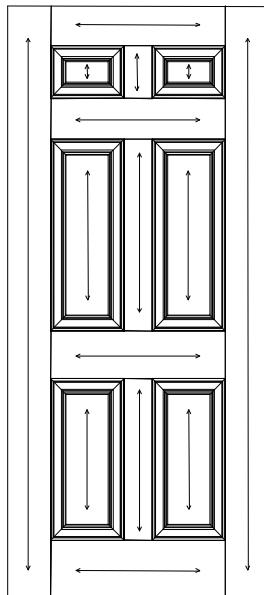

Figura 6
Todas las superficies de una puerta símil madera tostada no se pueden teñir. La superficie de nuestra puerta de fibra de vidrio con textura patentada produce una adhesión de tintura superior sin lijar. Seleccione una tintura a base de agua de alta calidad de Minwax® o Behr® o una tintura en gel de alta calidad de Minwax® u Olympic®. O, seleccione una tintura a base de aceite de alta calidad de Ace®, Minwax®, o Zar®. Antes de aplicar una tintura, límpie la puerta de fibra de vidrio y el marco de la puerta con un paño seco para retirar cualquier suciedad, aceite o desechos. Deje que la superficie se seque por completo antes de iniciar la tintura. Aplique una cantidad de tintura uniforme con un cepillo o un paño sin pelusas en la dirección de la madera según se muestra en la figura 6. Trabaje con tintura en la superficie. Aclare la tintura y retire el exceso mediante el barrido con un paño limpio antes de que la tintura se seque por completo. Para una apariencia más oscura, aplique una segunda capa después de que se seque la primera. Siga las instrucciones de aplicación de la etiqueta del recipiente de la tintura. Después de que se seque la tintura para al menos 24 horas, aplique tres capas de satinado para exteriores de alta calidad o poliuretano brillante en dirección de la madera. Cumpla con el tiempo de secado que figura en la etiqueta entre cada capa. **Importante: Utilice poliuretano con inhibidores ultravioletas (UV).**
Las puertas de fibra de vidrio, lisas sin pintar/pre-pintadas se pueden pintar con la mayoría de las pinturas de exterior a base de aceite, de alta calidad. Para las puertas lisas, sin pintar, recomendamos lijarlas suavemente con papel de lija granulado de 600 para obtener mejores resultados. Antes de aplicar una pintura, límpie la puerta de fibra de vidrio y el marco de la puerta con un paño seco para retirar cualquier suciedad, aceite o desechos. Deje que la superficie se seque por completo antes de iniciar la pintura. Pinte la puerta en las direcciones que se muestran en la figura 6. Aplique al menos dos capas de pintura. Cumpla con el tiempo de secado recomendado en la etiqueta entre cada capa.